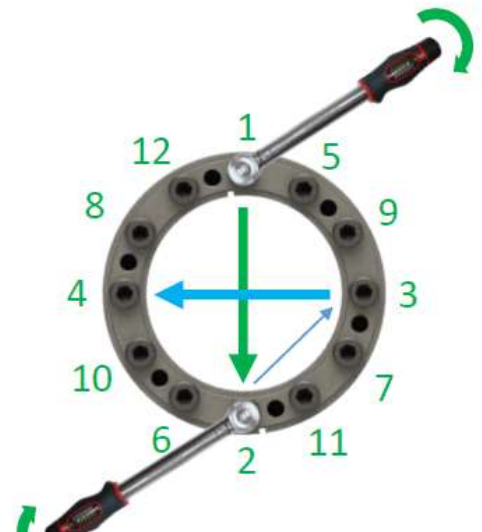

Imagen 2
6. Ajustar la llave dinamométrica al 50% del par de apriete (**Ms**) indicado en el catálogo (ver *Tabla 1*), y apretar los tornillos en cruz hasta completar una vuelta (ver *Imagen 2*); cada tornillo debe ser apretado una sola vez.
7. Ajustar la llave dinamométrica al 100% del par de apriete (**Ms**) indicado en el catálogo (ver *Tabla 1*), y apretar los tornillos en cruz hasta completar una vuelta (ver *Imagen 2*); cada tornillo debe ser apretado una sola vez.